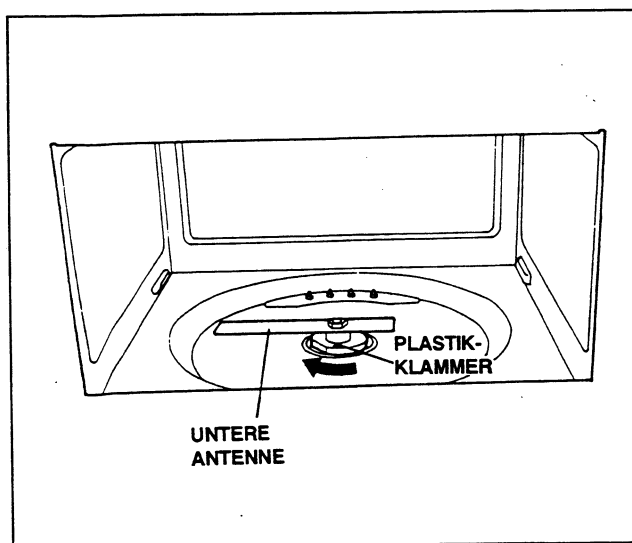

Abb. 17
- (B) Zum Ausbau der unteren Antenne gehen Sie wie bei der oberen Antenne vor (Abb. 17).